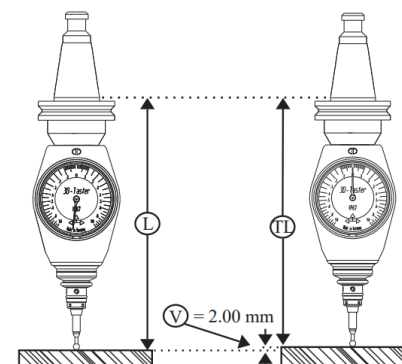

Fig. 1
- Confermare la lunghezza totale effettiva TL della tavola 3D (Fig.1)